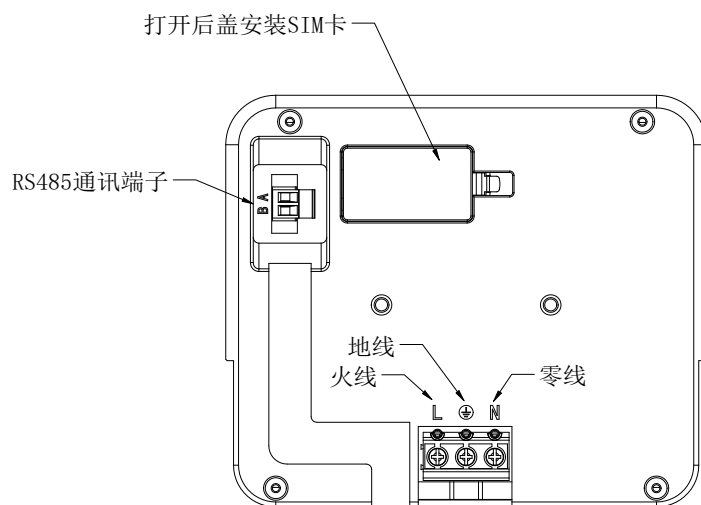

图 16
(1) 设备背面接线端子定义如图 16 所示, 若订购的设备配有 4G 功能, 请在安装设备前打开设备背面的后盖, 安装 SIM 卡。